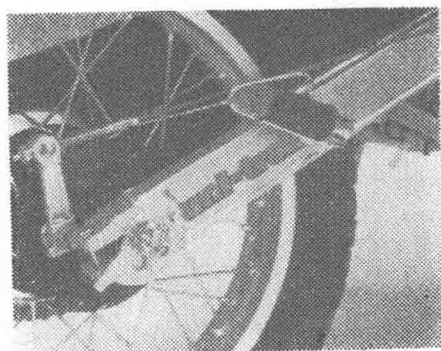

图34 川崎
① 制动鼓设计成防水构造，由钢丝绳或拉杆操纵。现多使用在越野车上(图34)。